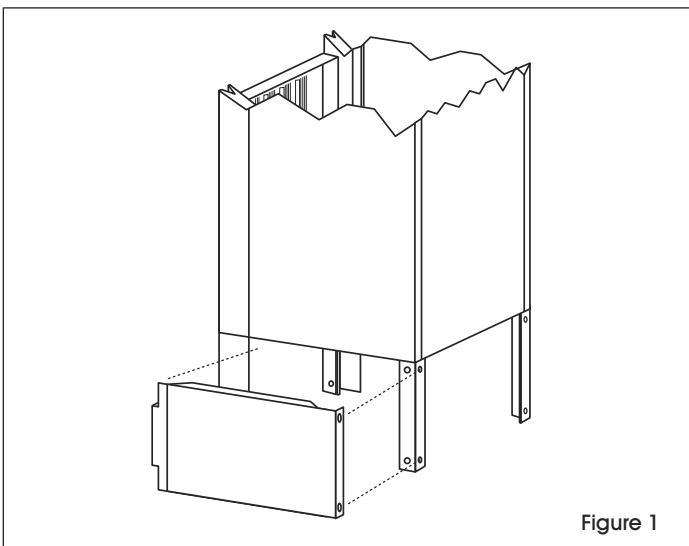

Figure 1
2. Slip offset end of end base plate into the front leg of the locker. Slip the other end of the end base plate around the back leg of the locker. (See Figure 1)
2. Glissez l'extrémité décalée de la plaque de base d'extrémité dans le pied avant du casier. Glissez l'autre extrémité de la plaque de base d'extrémité autour du pied arrière du casier. (Voir Figure 1)